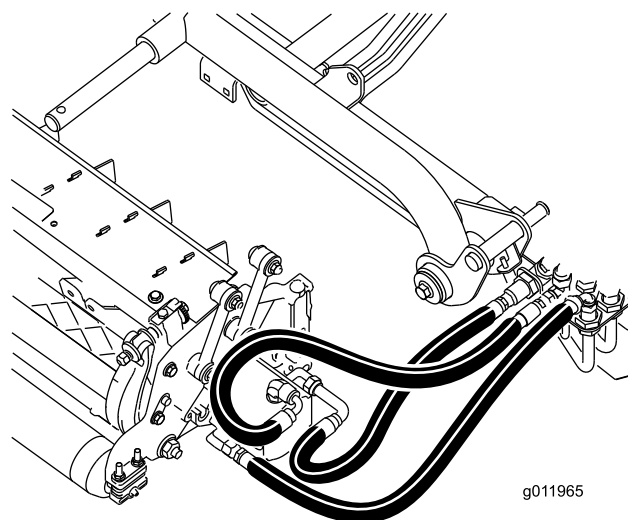

Figure 21
**Important:** Vérifiez que les flexibles ne sont ni tordus ni pliés à angle droit et que les flexibles du plateau de coupe arrière sont acheminés comme illustré (Figure 21). Relevez les plateaux de coupe et déportez-les à gauche (modèle 03170). Les flexibles du plateau de coupe arrière ne doivent pas être en contact avec le support du câble de traction. Repositionnez les raccords et/ou les flexibles, le cas échéant.